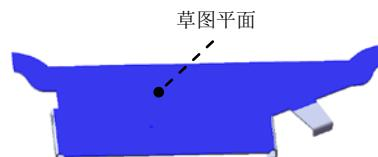

图 6.31 折弯线草图平面
(2) 定义特征的折弯线。
① 定义折弯线草图平面。选取图 6.31 所示的模型表面作为折弯线草图平面。